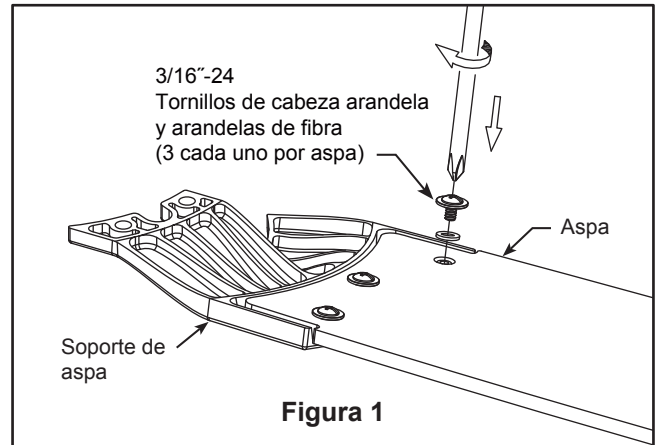

Figura 1
1. Instale la cubierta rotando la ranura clave en la cubierta sobre el tornillo de hombro del soporte del gancho, teniendo cuidado de no pillar los cables. Fije el tornillo de hombro. Instale adecuadamente y fije el segundo tornillo de hombro que fue anteriormente guardado. (Figura 1)
1. Coloque el aspa sobre el soporte de aspa con los pilotes roscados a la vista. Asegúrese de que la parte inferior del aspa se encuentre bien apoyada sobre el soporte de aspa. Con un destornillador Phillips, fije los tornillos de cabeza arandela de 3/16"-24 y arandelas de fibra para asegurar la aspa en el soporte de aspa. (Figura 1)
1. Extraiga los tres tornillos del soporte ubicado en la placa del adaptador de la unidad del motor. Guárdelos para el paso 3. (Figura 1)
1. **IMPORTANTE:** El uso de un regulador de la intensidad completa (no incluido) para controlar la velocidad del ventilador dañará el dispositivo. Para reducir el riesgo de incendio o descarga eléctrica, no utilice dicho regulador para controlar la velocidad del ventilador. (Figura 1)